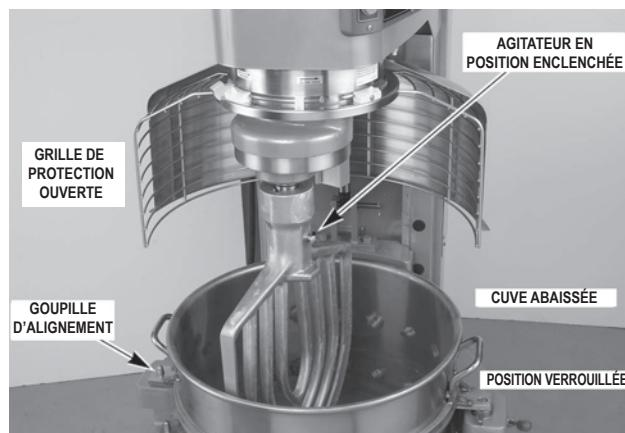

Fig. 9
2. Positionnez la cuve afin que les goupilles d'alignement du côté gauche du porte-cuve (fig. 9) se logent dans les trous de la cuve.
3. Faites pivoter la cuve en position verrouillée sur le porte-cuve (fig. 9).